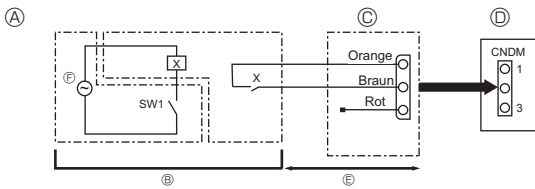

Fig. 10-1
- ④ Cuadro de control de la unidad exterior
⑤ Máx. 10 m
⑥ Fuente de alimentación del relé
10.1. Modo de reducción del ruido (modificación in situ) (Fig. 10-1)